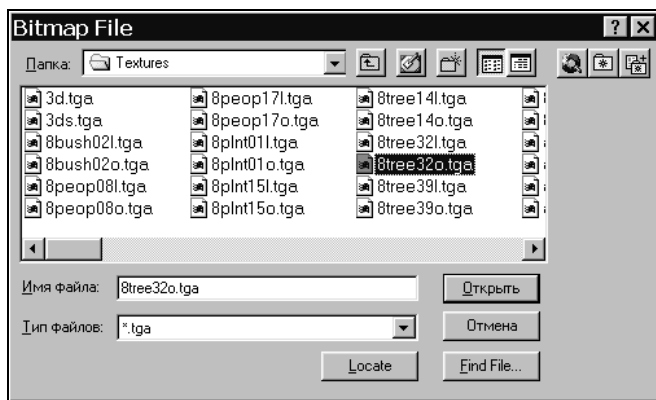

Рис. 10.8. Диалоговое окно **Bitmap File**
- нажать кнопку **Find File** (Обзор) и в диалоговом окне **Bitmap File** (Файл изображения) (рис. 10.8) найти нужный файл, отметить его и нажать кнопку **Open** (Открыть).